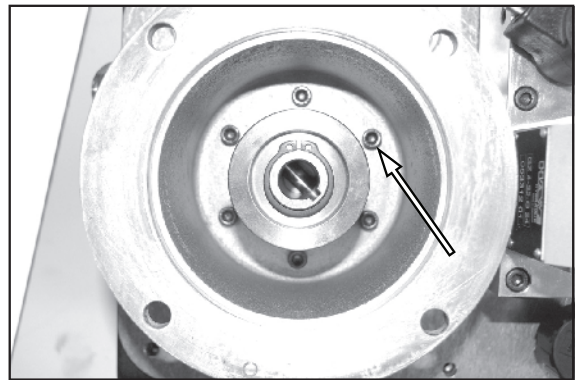

Abbildung 31.
2. Siehe Abbildung 31. Die sechs Motorhalterungsschrauben und die Halterung entfernen.